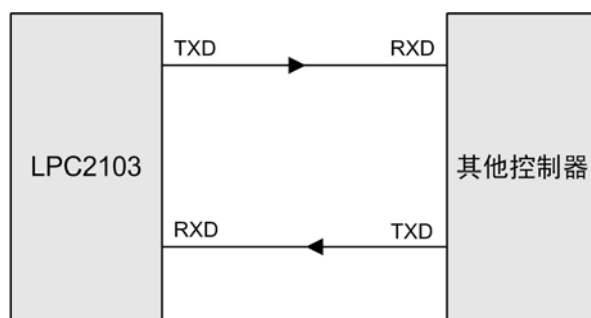

图 4.53 使用串口进行数据交换
- 使用UART与其它控制器进行数据交换, 如图 4.53所示。由于LPC2103 的I/O电压